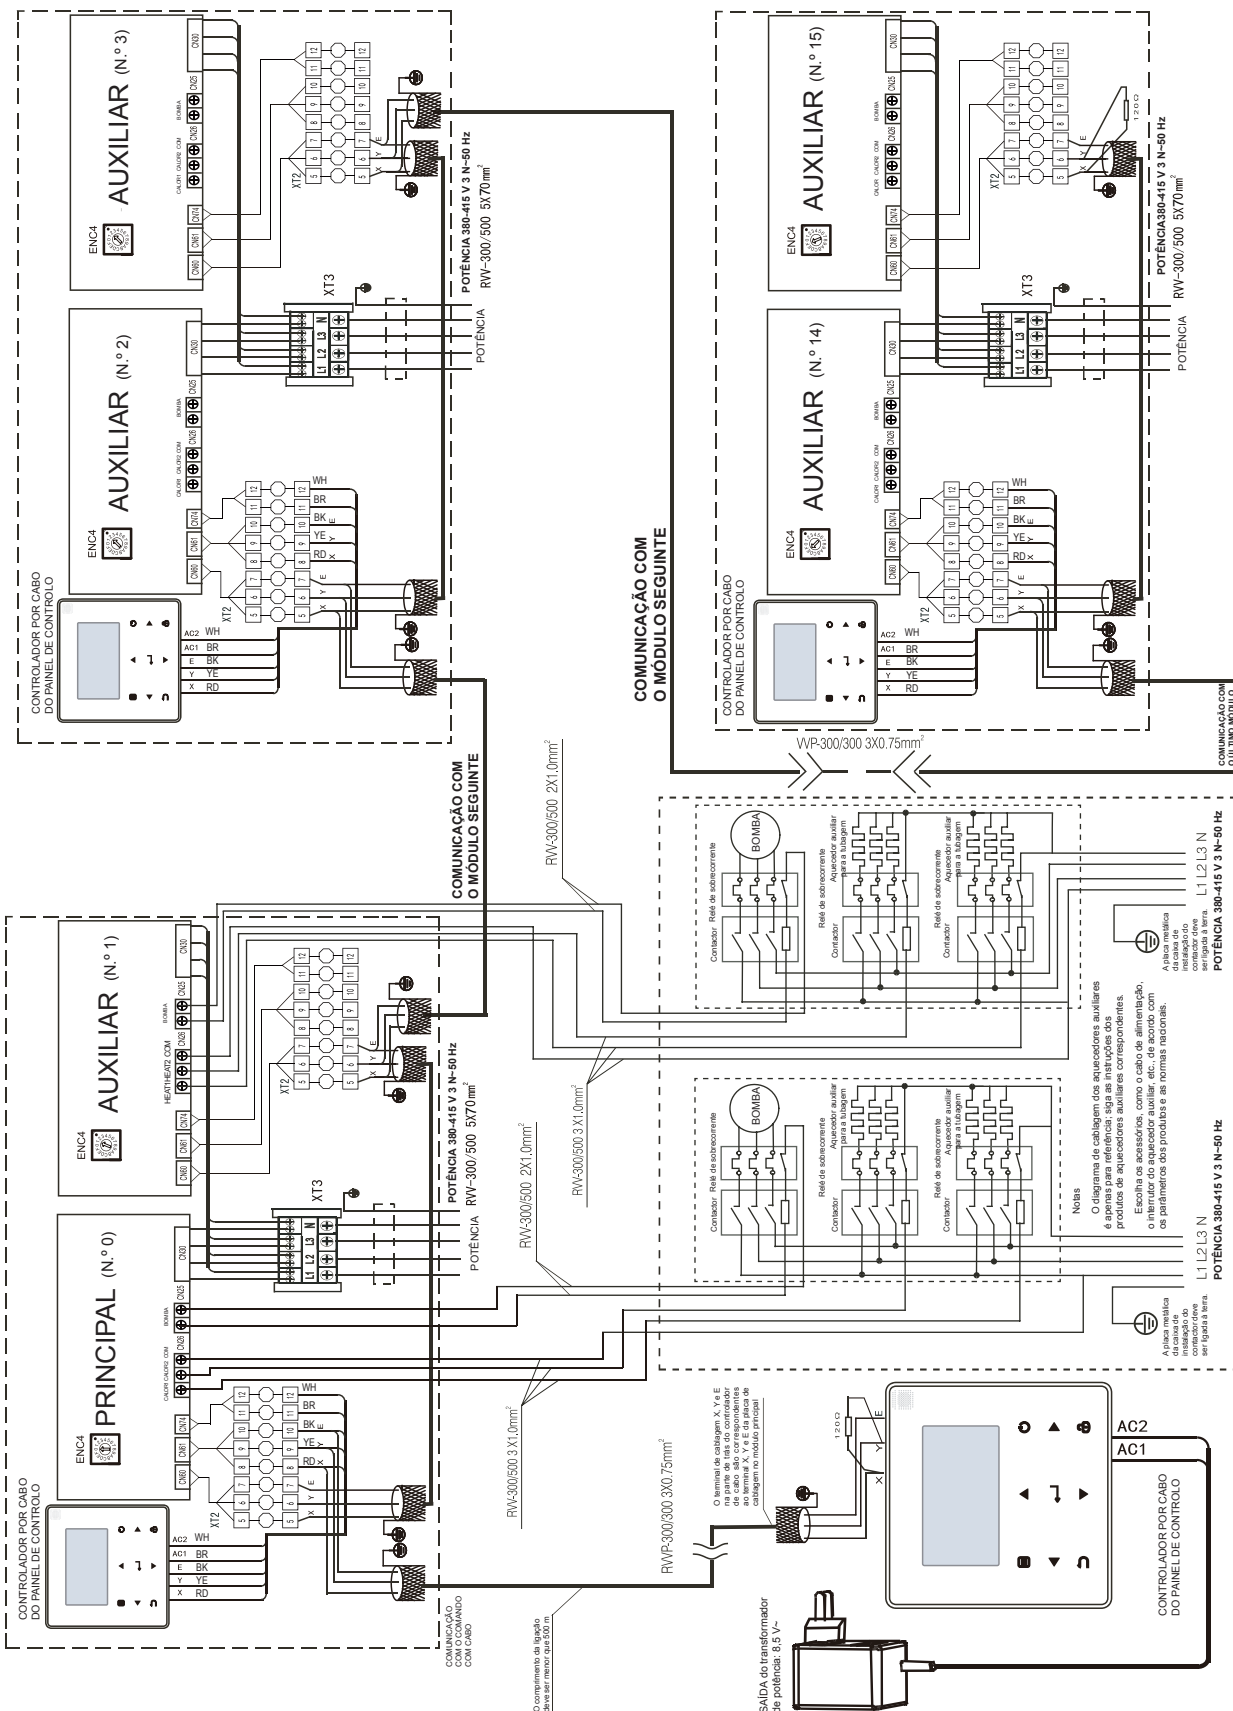

Fig. 8-28. Esquema das comunicações em rede da unidade principal e da unidade auxiliar para o KEM-180 DRS5 KH
c) O tubo de entrada do evaporador deve ser fornecido com um controlador do caudal alvo, de modo a proporcionar a proteção de quebra de caudal à unidade. Ambas as extremidades do controlador do caudal alvo devem ser fornecidas com secções do tubo retas horizontais, cujo diâmetro seja 5 vezes o diâmetro do tubo de entrada. O controlador de fluxo alvo deve ser instalado estritamente de acordo com o "Guia de instalação e regulação para o controlador de fluxo alvo" (Fig.8-28, 8-29). Os cabos do controlador do caudal alvo devem ser conduzidos para o armário elétrico através do cabo blindado (consulte o Diagrama esquemático do controlo elétrico para obter detalhes). A pressão de funcionamento do controlador do caudal alvo é de 1,0 MPa e a respetiva interface tem um diâmetro de 2,5 cm. Depois de instaladas todas as condutas, o controlador do caudal alvo deverá ser corretamente regulado, de acordo com o caudal de água nominal da unidade.